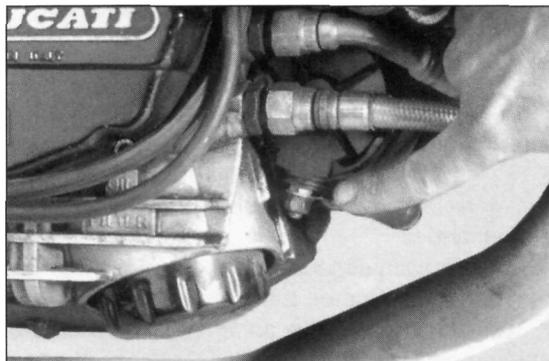

Bild 86
- Plus-Kabel von Starter trennen (Bild 86).